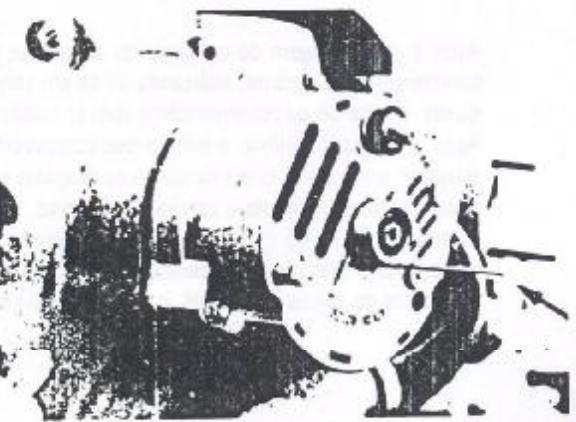

Figura 9.03.4. - Arame de recolhimento das escovas
4. Utilizando-se de um pedaço de arame de diâmetro adequado, recolher as escovas, através do orifício apropriado, existente na carcaça do alternador (Figura 9.03.4).